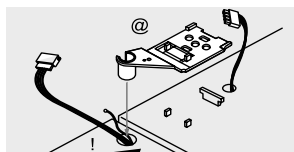

Figura 12
- Levante la bisagra que desea quitar. (Tas quitar la bisagra la puerta puede caer. Vaya con cuidado). (Figura 12)